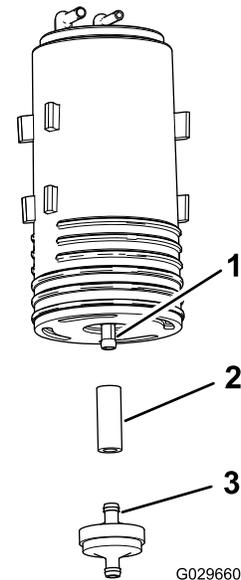

図 49
- 外したカーボンキャニスタの下側のフィッティングからフィルタと短いホースを取り外す 図 49。
- 新しいカーボンキャニスタの下側フィッティングに、ホースを接続する 図 49。
- ホースに、新しいカーボンキャニスタのフィッティングを取り付ける 図 49。